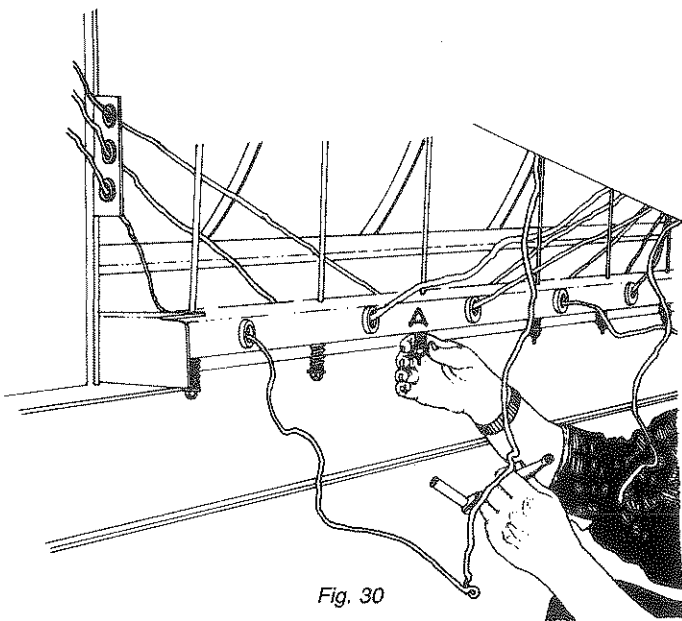

Fig. 30
2. Régler les tendeurs au point "A", Fig. 30. Placer la ficelle dans les tendeurs pendant le réglage. L'ajustage correct est obtenu quand la ficelle PEUT être poussée dans les tendeurs en ayant un écartement minimum entre les tendeurs. Si l'usure de ceux-ci atteint $\frac{1}{32}$ " (0,8 mm), il faut les remplacer.